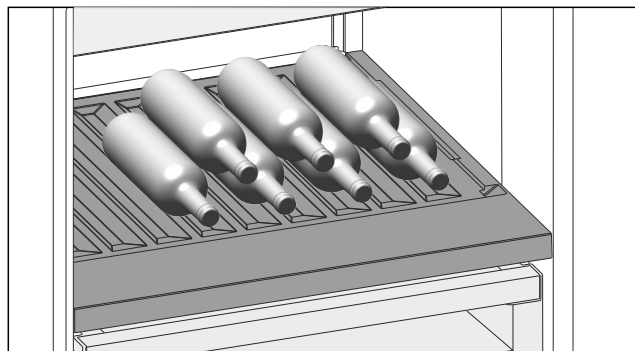

Fig. 168 Példaként szolgáló ábrázolás
- ▶ A palackokat az aljukkal hátrafele helyezze a hátfalhoz. (lásd Fig. 168)